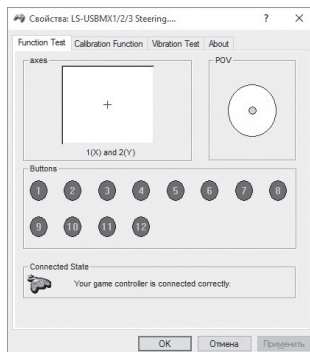

Рис. 9
- Для проверки и настройки в режиме «DirectInput» выберите «Свойства» в окне «Игровые устройства», при этом всплывет окно «Свойства:LS-USBMX1/2/3 Steering...». Во вкладке «Base Test» можно проверить исполнение команд при нажатии на кнопки и вращении руля, а также проверить корректность подключения руля к ПК в строке «Connected State» (рис.9).